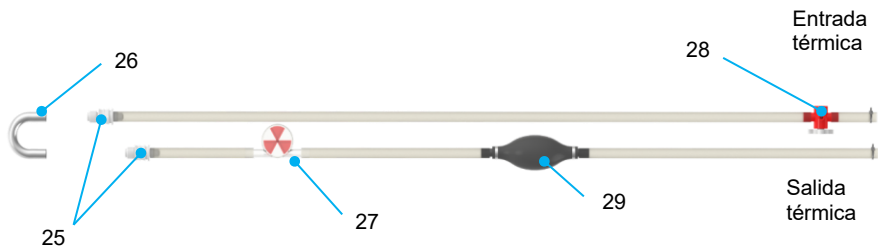

Figura 7 Tubos de la unidad térmica
La unidad térmica mantiene la temperatura de la solución de perfusión circulante mediante elementos Peltier. En función de la temperatura fijada, estos elementos enfrían o calientan el circuito interno de agua por efecto termoeléctrico. Para transferir la temperatura del circuito interno de agua a la solución de perfusión, la unidad térmica se conecta mediante tubos de silicona a los puertos del intercambiador de calor de ambos oxigenadores, véanse la Figura 5 y la Figura 7. El puerto de salida de la unidad térmica está conectado al puerto de «entrada de agua» del intercambiador de calor y el puerto de entrada de la unidad térmica está conectado al puerto de «salida de agua» del intercambiador de calor.
- Coloque el tubo térmico (Figura 7) con el acoplador del tubo de agua (elemento 26) lo más bajo posible. Asegúrese de que durante el llenado y la desaireación (apartado 2.3.1), la entrada y salida de la unidad térmica (Figura 7, elementos 21 y 22) estén en el punto más alto, para que las burbujas de aire se desplacen hacia la unidad térmica.
- Apriete repetidamente el globo de desaireación (Figura 7, elemento 29) para expulsar todo el aire posible del tubo térmico.
- Conecte el tubo térmico al oxigenador (véase la Figura 13) utilizando los conectores de agua (véase la Figura 7, elemento 25). El oxigenador tiene dos conectores de tubo térmico, y cualquiera de los dos conectores se puede utilizar para la entrada o la salida. Asegúrese de que un tubo está conectado a la entrada térmica y otro a la salida térmica (véase la Figura 7).